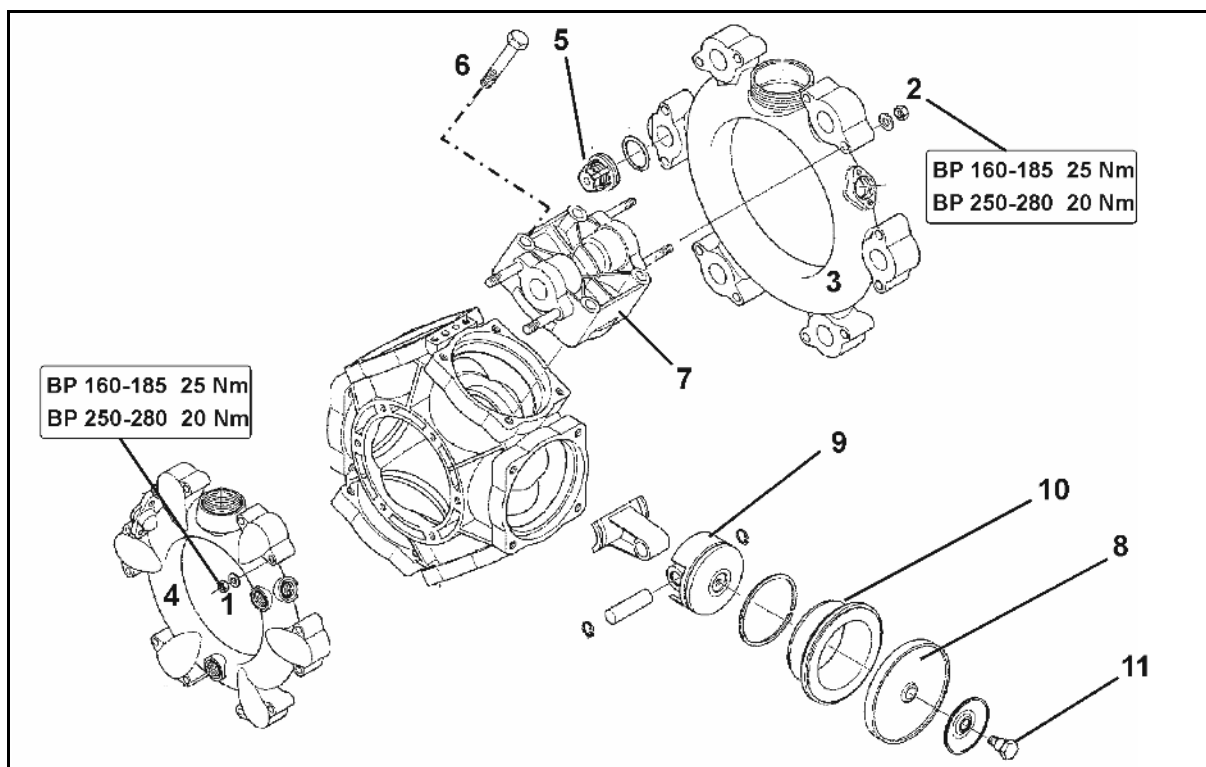

Fig. 193
- Controllare che le membrane dei pistoni (Fig. 193/8) siano in condizioni perfette almeno una volta all'anno smontandole.
- Fare attenzione alle rispettive posizioni di montaggio delle valvole di aspirazione e pressione prima di smontare i gruppi di valvole (Fig. 193/5).
- Sostituire sempre tutte le membrane dei pistoni (Fig. 193/8) quando anche solo una membrana risulti gonfia, rotta o porosa.
2. Rimuovere i dadi (Fig. 193/1, 2).
3. Rimuovere i canali di aspirazione e di mandata (Fig. 193/3 e Fig. 193/4).
4. Estrarre i gruppi valvole (Fig. 193/5).
5. Rimuovere i dadi (Fig. 193/6).
6. Rimuovere la testa del cilindro (Fig. 193/7).
7. Controllare le membrane dei pistoni (Fig. 193/8).
- Fissare la membrana (Fig. 193/8) con l'anello di ritegno e la vite (Fig. 193/11) al pistone (Fig. 193/9) in modo tale che il bordo sia rivolto verso il lato della testa del cilindro (Fig. 193/7).
- È assolutamente necessario serrare i dadi (Fig. 193/1,2) incrociando e applicando la coppia di serraggio indicata. Un serraggio non corretto delle viti comporta deformazioni e conseguente mancanza di tenuta.
1. Allentare la vite (Fig. 193/11) e rimuovere la membrana del pistone (Fig. 193/8) insieme all'anello di ritegno dal pistone (Fig. 193/9).
3. Estrarre il cilindro (Fig. 193/10) dal corpo della pompa.
6. Inserire nuovamente il cilindro (Fig. 193/10) nel corpo della pompa.
7. Montare la membrana del pistone (Fig. 193/8).
8. Flangiare la testa del cilindro (Fig. 193/7) sul corpo della pompa e serrare le viti (Fig. 193/6) uniformemente in senso diagonale. Per il raccordo utilizzare colla per giunzioni di media resistenza!
9. Montare i gruppi valvola (Fig. 193/5) dopo il controllo e la pulizia.
11. Flangiare il canale di aspirazione (Fig. 193/3) e in pressione (Fig. 193/4) all'alloggiamento della pompa.
12. Serrare i dadi (Fig. 193/1, 2) in senso diagonale e applicando una coppia di serraggio di **25 Nm (BP 160-185) / 20 Nm (AR 250-280)**.